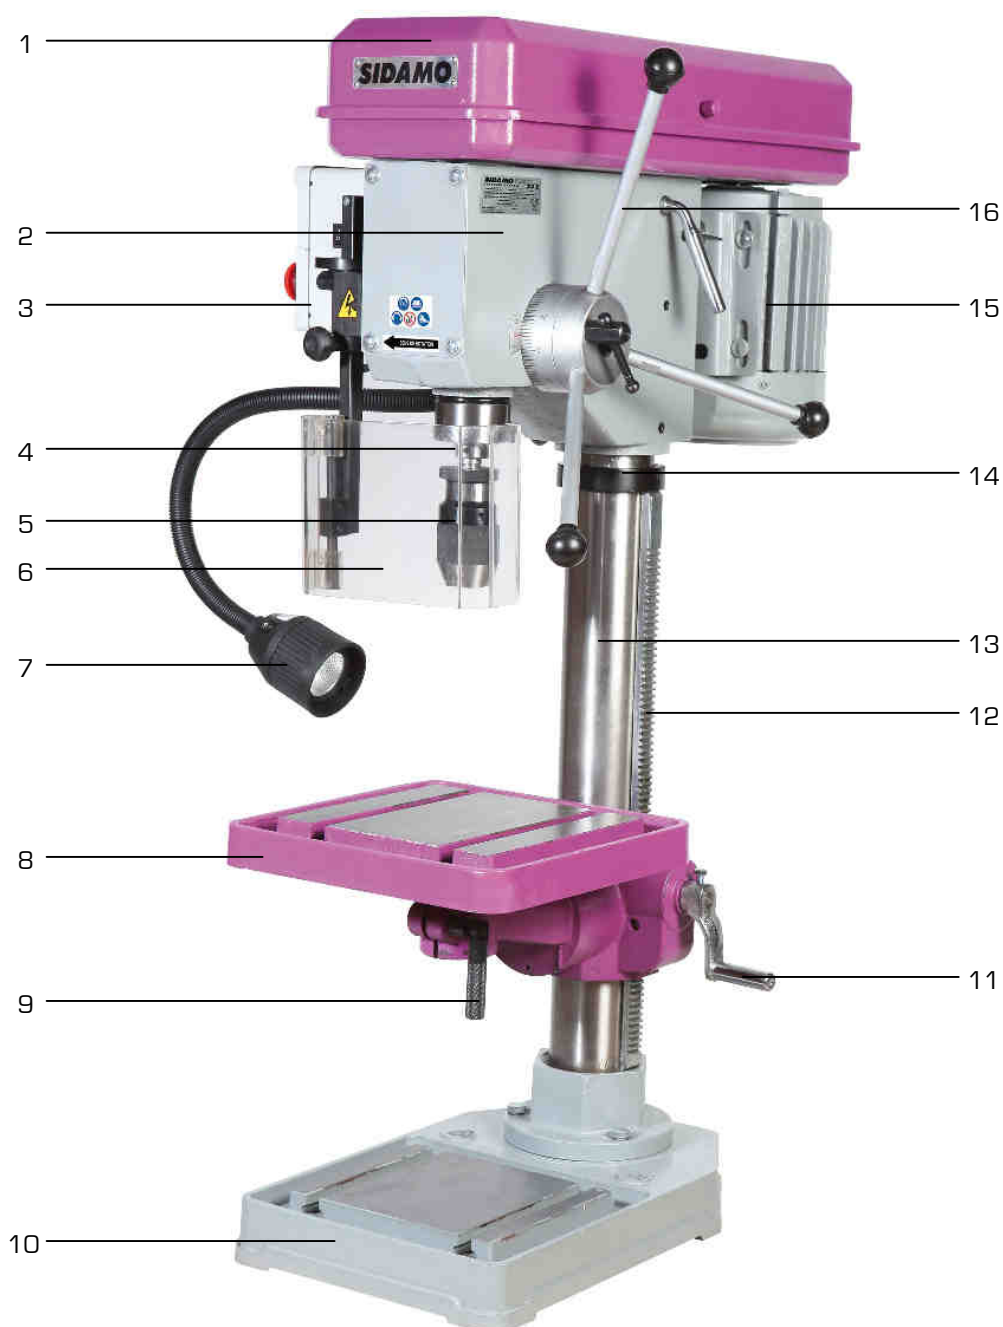

Figure 1
- La manivelle de montée/descente de table (11 fig.1).
- La butée de profondeur (D).